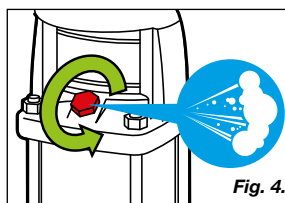

Fig. 4.
- Voordat de pomp in gebruik wordt genomen, moet deze worden ontlucht. De ontluchting is toegankelijk via de achterkant (Fig. 4).